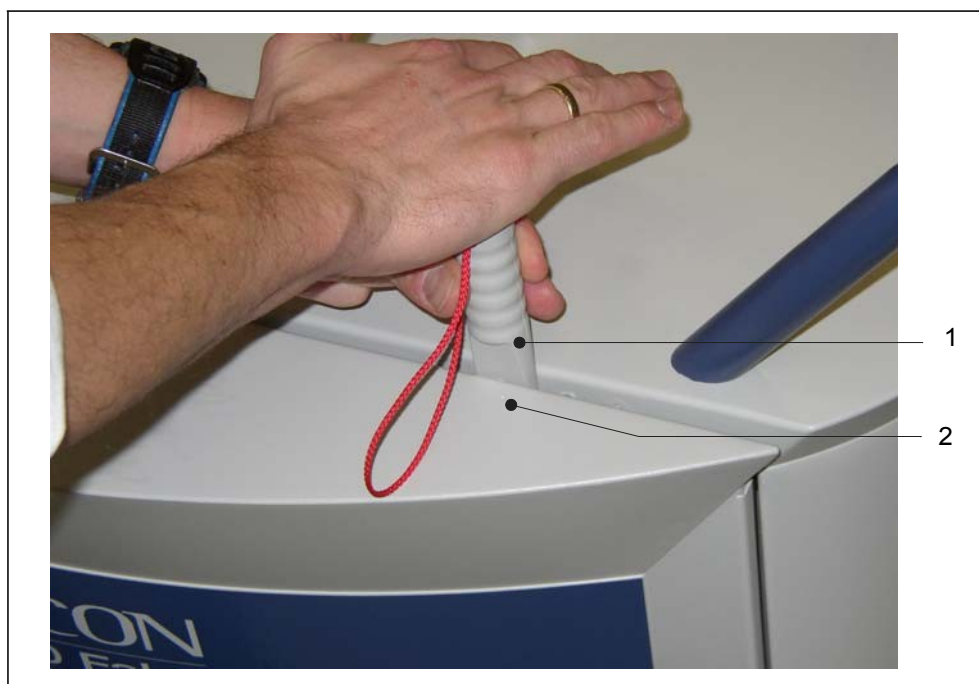

Рис. 9-1 Отрывание корпуса течеискателя UL5000
- С помощью клина демонтируйте боковые крышки течеискателя (Рис. 9-1). Вставьте клин и нажмите, чтобы отсоединить боковые крышки.
- Положение для клина при демонтаже обозначено двумя точками в верхней части боковых крышек (см. Рис. 9-1/2).